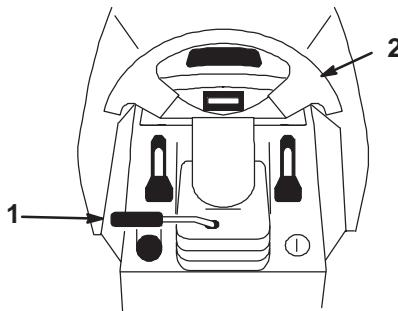

Figure 24
1. Soulevez le levier d'inclinaison pour débloquer le volant (Fig. 24).